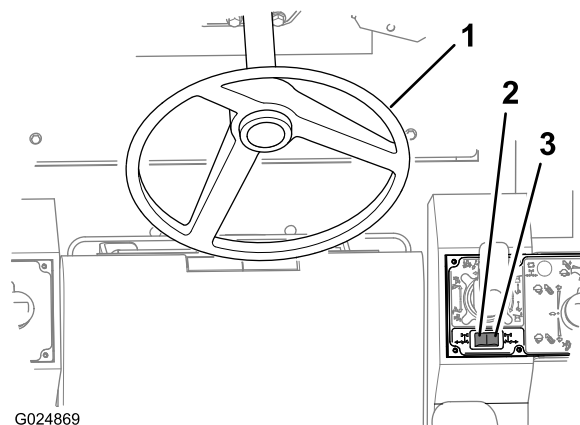

Figure 41
Utilisez le volant pour commander la direction aux roues avant (Figure 41).
- Appuyez sur le côté droit du commutateur à bascule de la direction aux roues arrière (Figure 41) pour braquer les roues arrière à droite (virage à gauche).
- Appuyez sur le côté gauche du commutateur à bascule de la direction aux roues arrière (Figure 41) pour braquer les roues arrière à gauche (virage à droite).